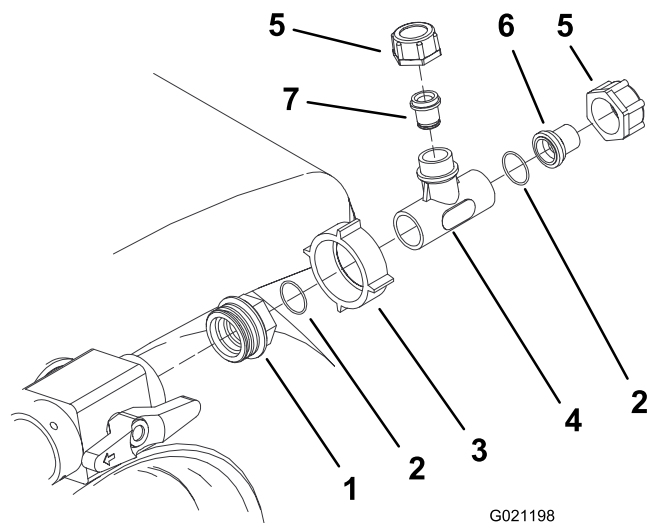

Figura 10
13. Collegate l'estremità grande con riduttore del raccordo a T alla valvola di regolazione (Figura 10).
14. Girate il dado di plastica grande per fissare il gruppo raccordo a T alla valvola di regolazione (Figura 10).